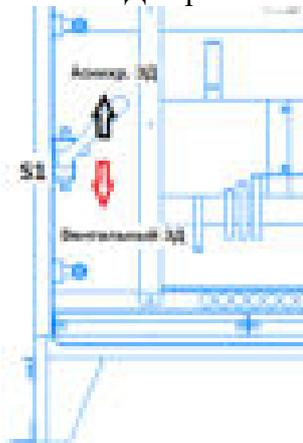

Рисунок 3. Выбор типа ЭД
10.2 Выбор типа ЭД. Для СУ с обозначением АВ –универсальная для асинхронных и вентильных ЭД перед работой выбрать тип ЭД переключателем S1 Рисунок 3.